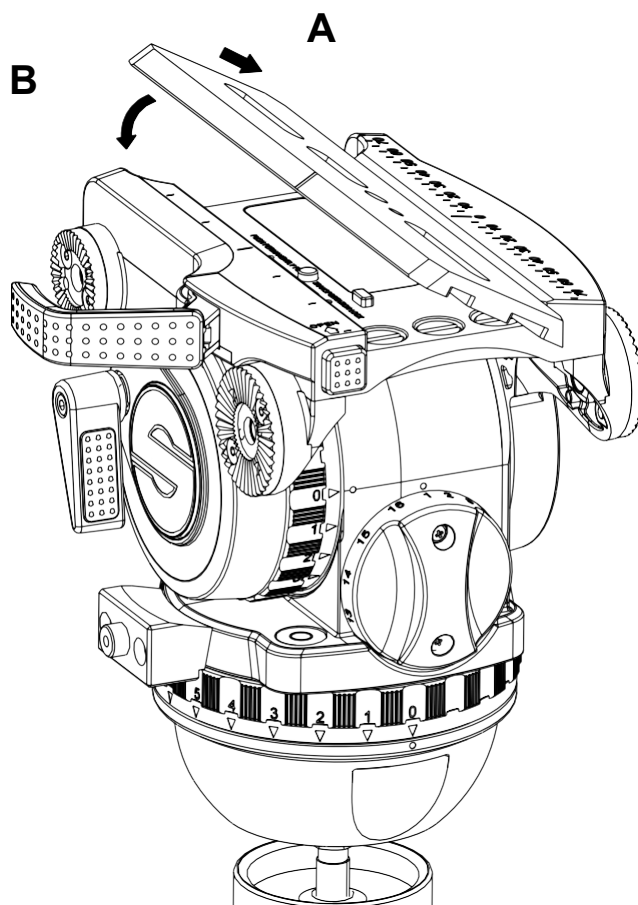

図5
- ・ カメラ（プレート）をフルードヘッドへ取り付ける際には、プレートの片側の側面をトッププレート上のスライド目盛り側の側面に差し込みます。（図5 矢印A 参照）